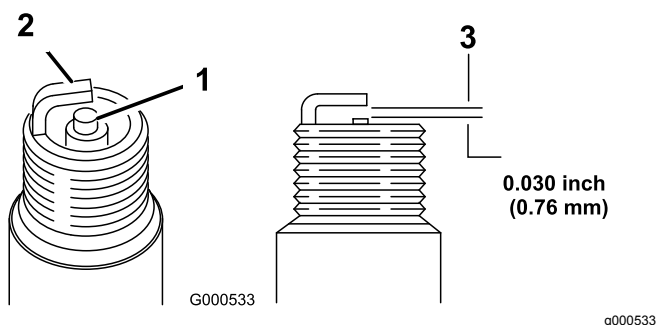

Bild 27
11. Stellen Sie den Elektrodenabstand auf 0,76 mm ein, wie in Bild 27 abgebildet.